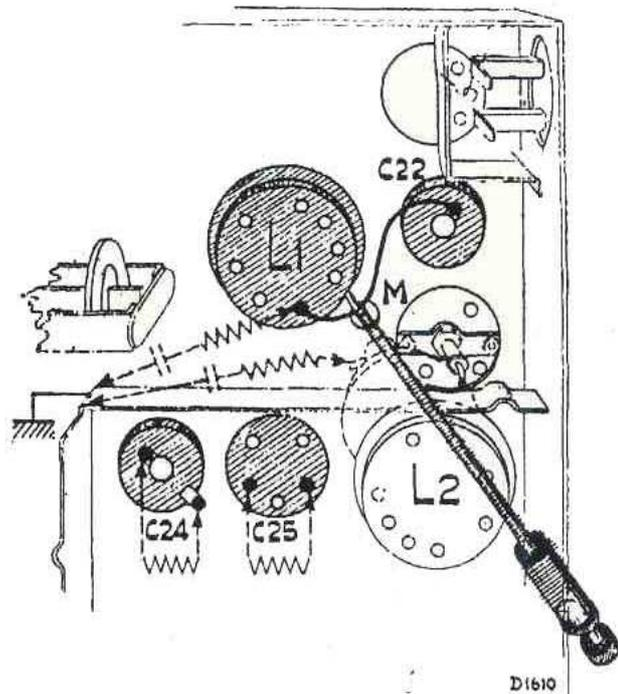

Fig. 5
3. Amortir C24 avec 25000 Ohms (fig. 5); trimmer C25 jusqu'à la déviation maximale du mètre (outputmètre) de sortie, enlever la résistance d'amortissement.
4. Raccorder l'appareil auxiliaire (par exemple au moyen de la fiche de contact (09.991.620) par le trou dans le châssis (fig. 5), amortir C22 avec 2000 ohms avec 0,1 µF en série. Syntoniser l'appareil à trimmer.